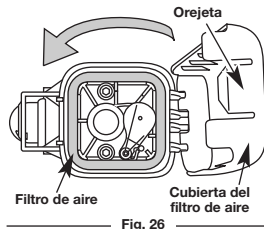

Fig. 26
- Gire la tapa hacia abajo hasta que la lengüeta de la placa izquierda del filtro de aire se enganche en la ranura de la tapa del filtro de aire (Fig. 26).